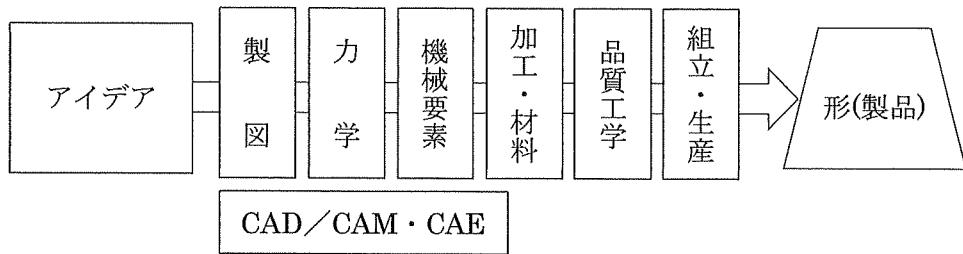

図1 ものづくりのプロセス
- (1) 「基礎数学」は、機械の設計計算に見られるような計算や条件を変更したときの再計算を速やかに計算できるような指導を行う。
- (2) 機械の設計は図1に示すプロセスに沿って、アイデアから形(製品)になって行く。そのプロセスの中で「工業材料」は用途に応じて機械部品の材料を選定できるように指導し、「工業力学」はその材料の強度を検証できるように指導する。さらに「ものづくり加工技術」は機械部品の製作方法を決定できるように指導し、標準化された機械要素部品は「機械要素」で解説し、効率の良い設計につながるように指導する。また、製品を試作検討する代わりであるコンピュータでの設計シミュレーションの方法については「コンピュータシミュレーション」で指導する。